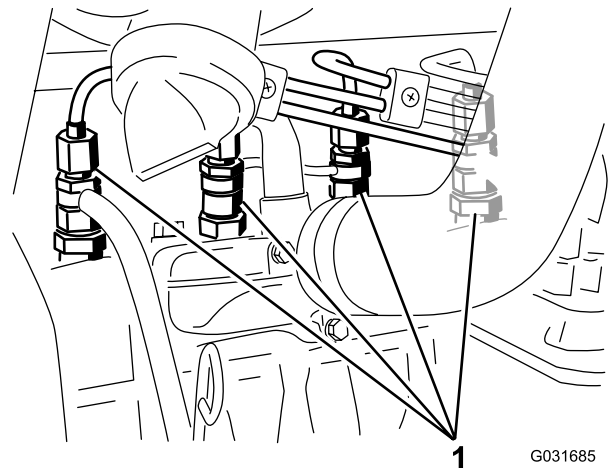

Figura 44
1. Liberte a tubagem que se encontra ligada ao injetor nº 1 e à estrutura de suporte da bomba de injeção (Figura 44).